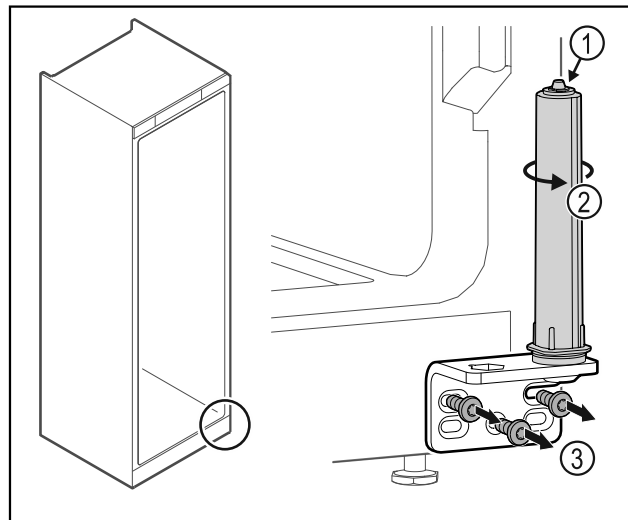

Fig. 35
- ▶ Μην αποσυναρμολογείτε το σύστημα κλεισίματος πόρτας Fig. 35 (1).
- ▶ Περιστρέψτε το σύστημα κλεισίματος Fig. 35 (2), μέχρι να κάνει κλικ.
- ▶ Ξεβιδώστε τη γωνία μεντεσέ Fig. 35 (3).